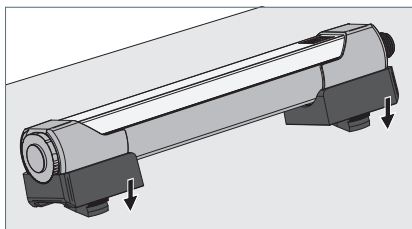

Fig. 3: Leuchte an den Befestigungselementen montieren.
- ▶ Setzen Sie die Leuchte mit den montierten Haltern an den Befestigungselementen an und drücken Sie die Leuchte nach unten, bis die Halter in den Befestigungselementen einrasten, siehe Fig. 3.